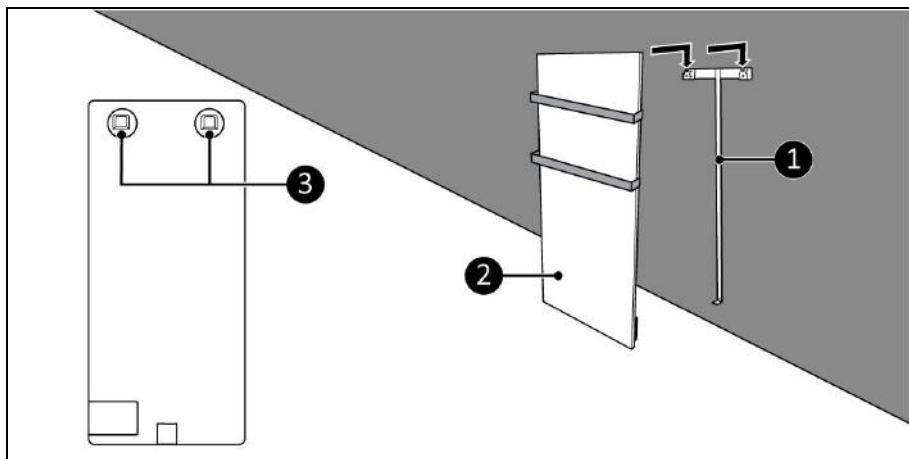

Figur 9
4. Placer vægbeslaget mod væggen, og marker de fem huller (figur 9).
6. Indsæt rawlplugs (figur 9, pos. 3).
7. Skru og stram vægbeslaget (figur 9, pos. 1) fast på væggen med fem store skruer (figur 9, pos. 2) ved hjælp af en stjerneskruetrækker (figur 9, pos. 4).